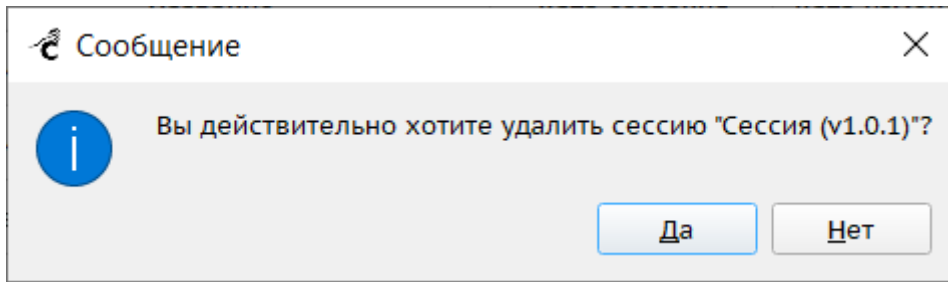

Рисунок 46 – Подтверждение удаления сессии
- «Удалить» – служит для удаления выбранной сессии (кроме текущей; для удаления текущей сессии необходимо завершить ее и переключиться на другую сессию). При нажатии на кнопку отобразится окно подтверждения удаления сессии (Рисунок 46).